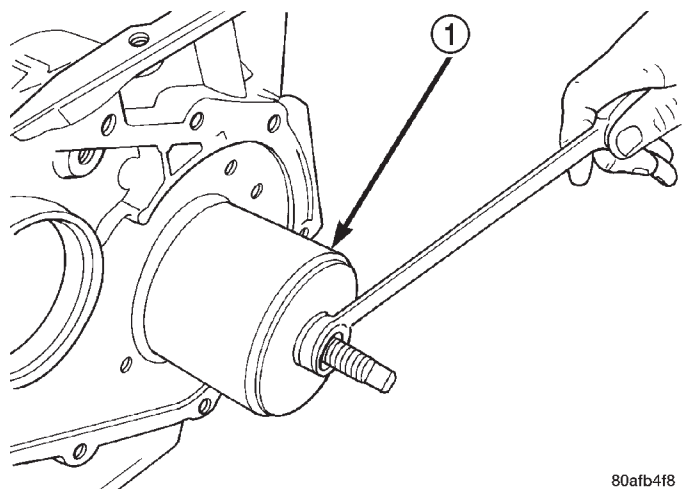

Fig. 78 Desmontaje de la cubeta externa del cojinete transmisor
(68) Con la herramienta 6062, retire la cubeta externa del cojinete transmisor (Fig. 78).